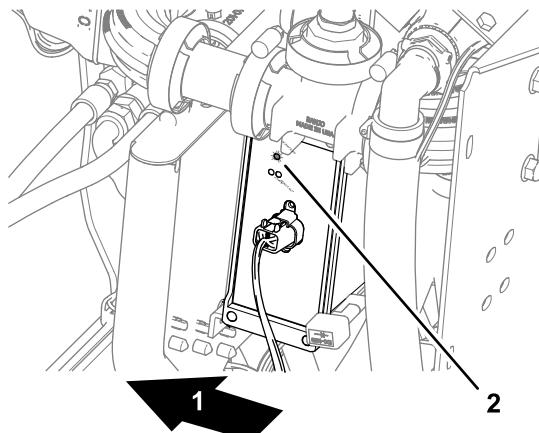

図 157
- ・ ブーム自動コントローラ STATUS インジケータが点灯する図 157。